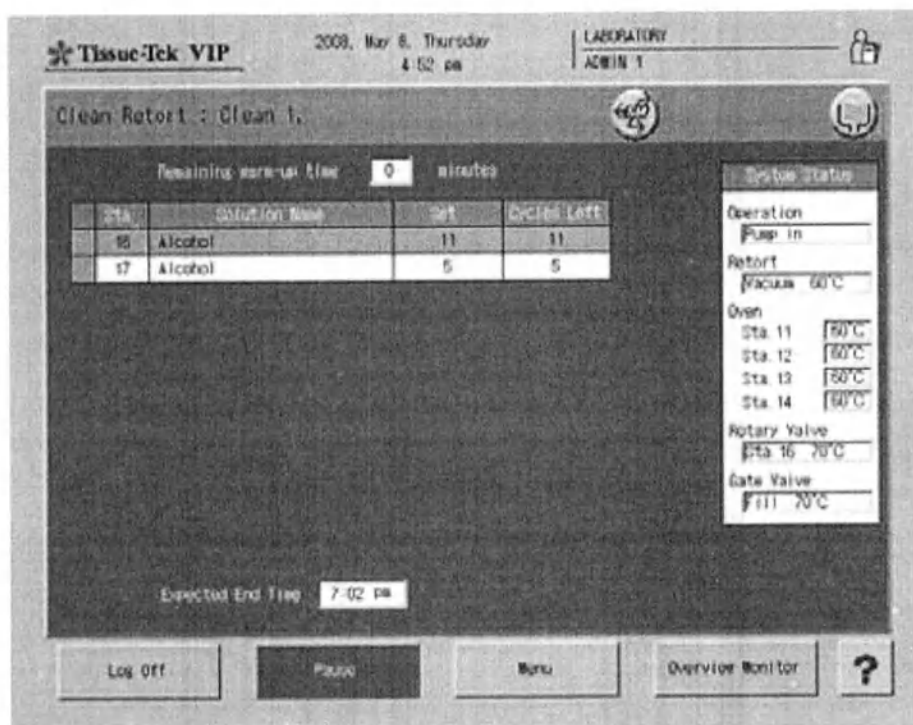

Рис. 121 Подробный монитор очистки реторты
1. На обзорном мониторе **«Clean Retort»** (Очистка реторты) нажмите кнопку **«Detailed Monitor»** (Подробный монитор). Появится соответствующий экран (Рис. 121).